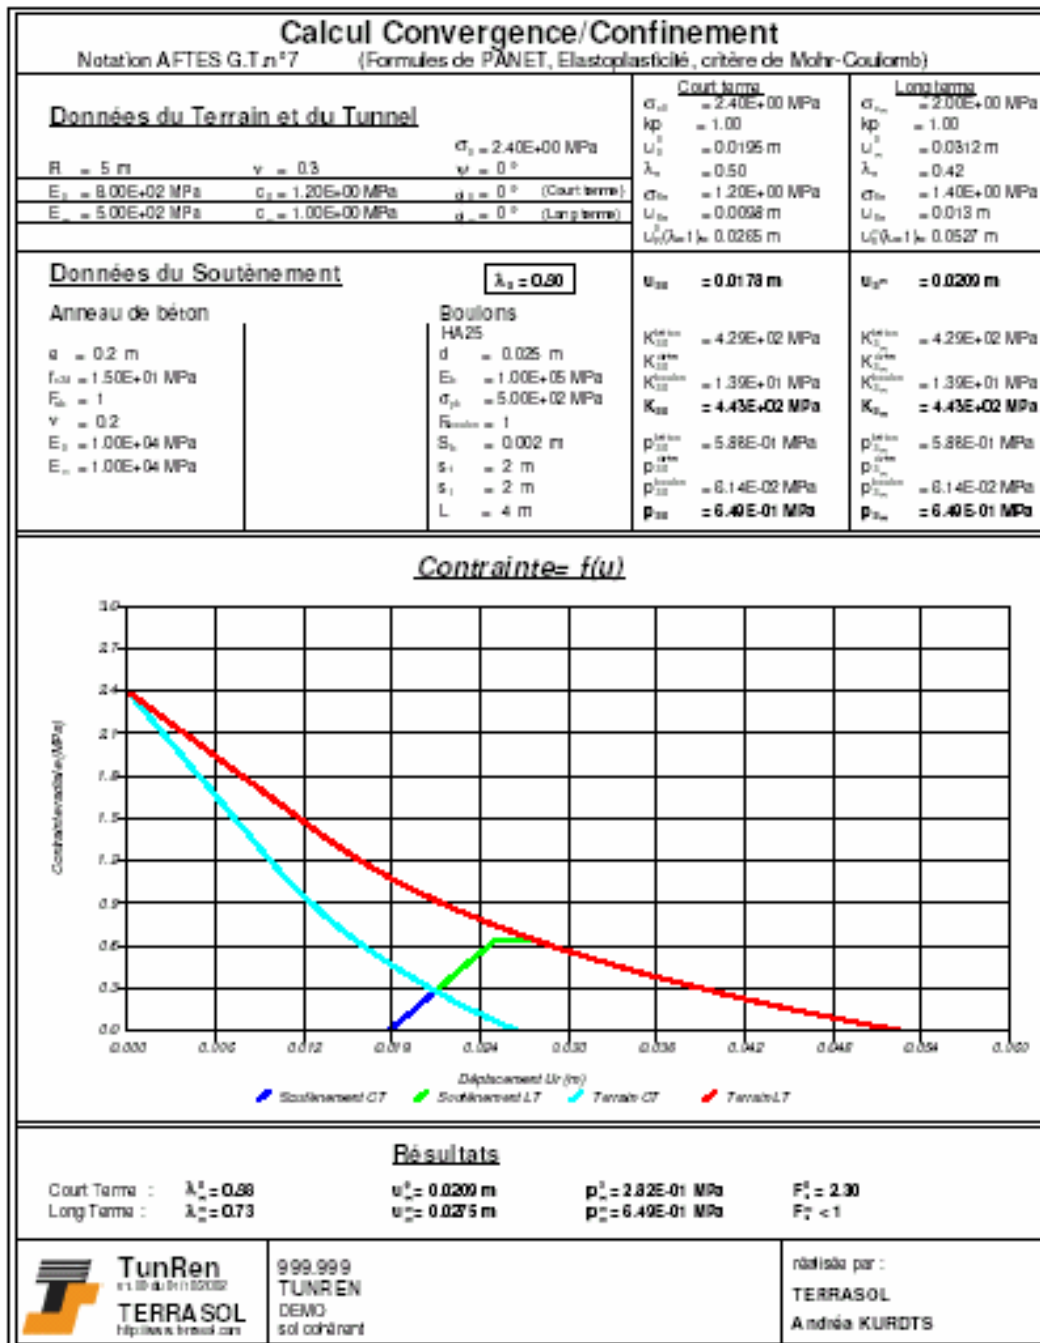

Figure B.39 : Exemple de sortie graphique couleurs d'un calcul Convergence/Confinement
- soit le graphique correspondant à l'étude en cours avec la légende associée et les différentes informations relatives à l'étude et à la société émettrice (figure B 39)